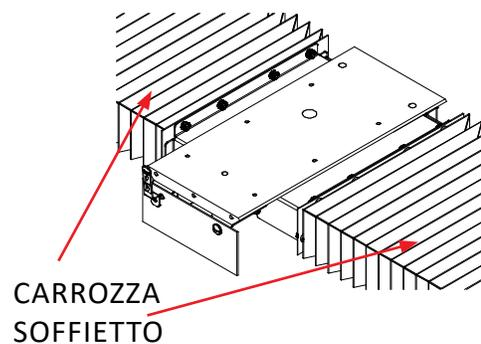

FIG. 2
2. PULIRE ACCURATAMENTE LE GUIDE TRASVERSALI SETTIMANALMENTE. SPRUZZARE CON CRC 3-36 O UN LUBRIFICANTE EQUIVALENTE, SE I SOFFIETTI DEL CARRELLO TRASVERSALE OPZIONALE SONO INSTALLATI SOLLEVARE PER ACCEDERE ALLE GUIDE TRASVERSALI (VEDERE FIG. 2). SPOSTARE IL CARRELLO AVANTI E INDIETRO PER TUTTA LA SUA CORSA. CON UNO STRACCIO PULITO, RIMUOVI IL LUBRIFICANTE IN ECCESSO. SPOSTARE IL CARRELLO AVANTI E INDIETRO E PULIRE LA GUIDA DOPO OGNI PASSAGGIO. RIPETI FINCHÉ IL BINARIO NON SI SENTE ASCIUTTO.